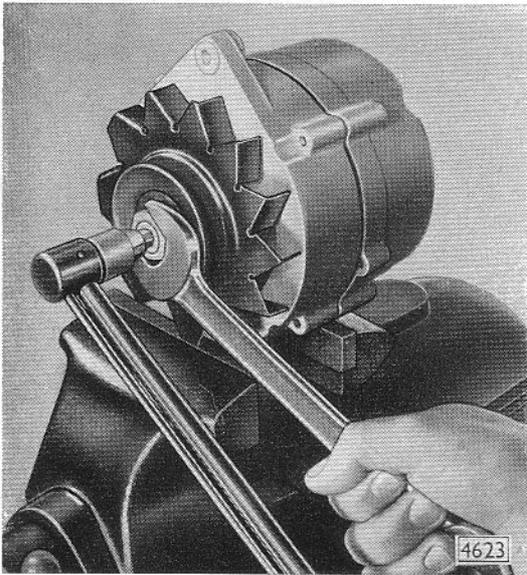

Bild D 35 - Riemenscheibe abschrauben
2. Lichtmaschine in Schraubstock spannen und Riemenscheibe von Läuferwelle abschrauben. Hierzu Läuferwelle mit 8-mm-Sechskantschlüssel festhalten und Mutter abschrauben (Bild D 35). Riemenscheibe und Lüfter (D 33/7) mit kurzer Distanzhülse (D 33/11) von Läuferwelle abziehen.